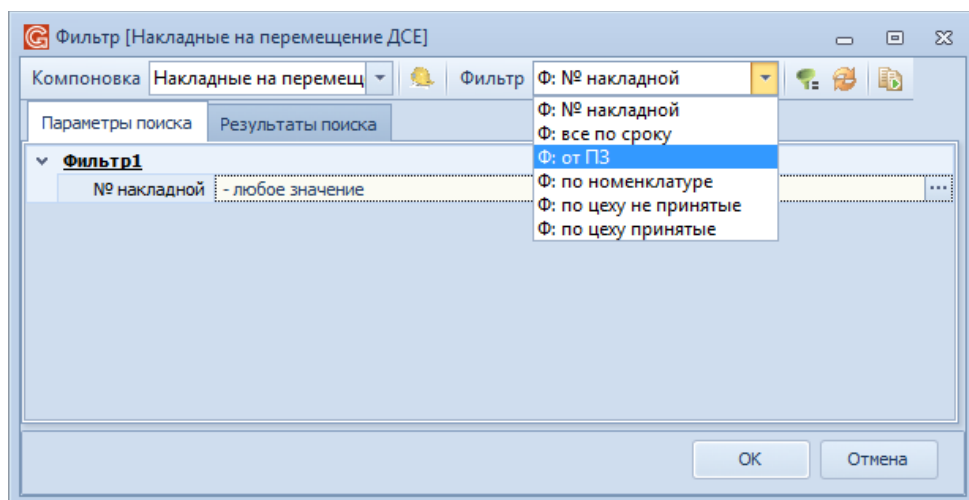

Рисунок 11. Пример выбора группы параметров
2. В открывшемся окне «**Фильтр**» из выпадающего списка в блоке «**Фильтр**» выбрать необходимую группу параметров (рис. 11).